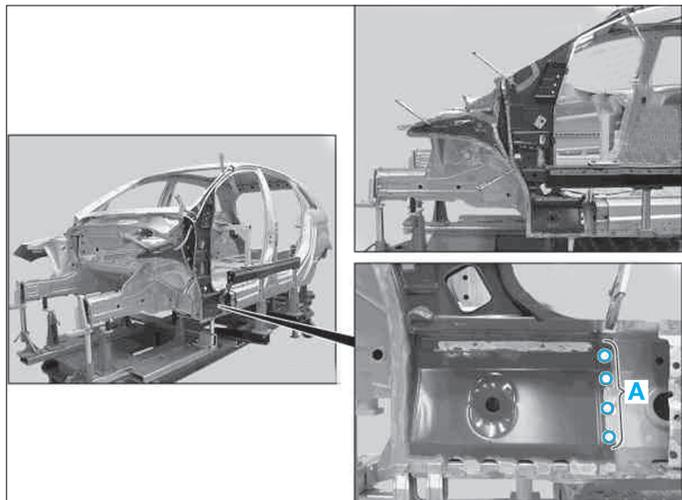

FIG. 45
- Percer des trous (Ø 6,5 mm) dans la zone (A) (Fig.45).